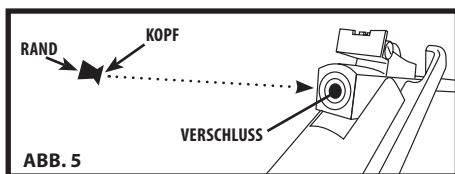

ABB. 5
- Wenn sich der Lauf nach dem Spannen in der offenen Position befindet, platzieren Sie ein Geschoss mit dem Kopfe nach vorne gerichtet in den Verschluss (ABB. 5). Stellen Sie sicher, dass der Rand des Geschosses auf gleicher Ebene mit der Verschlussoberfläche ist.